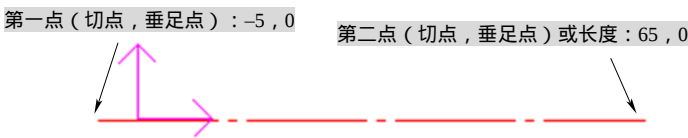

图 4-4 绘制中心线
3) 系统提示：第一点（切点，垂足点），要求输入直线的第一点，输入坐标（-5，0）。输入第二点坐标（65，0）。绘制中心线如图 4-4 所示。